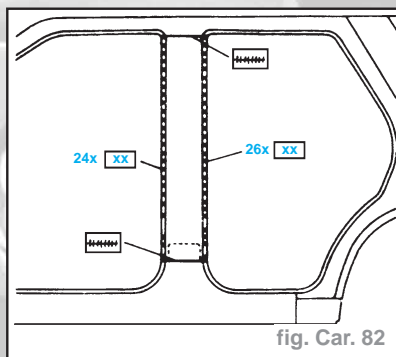

fig. Car. 82
- la tôle latérale extérieure - couper à l'endroit représenté - (fig. Car. 82).
- Reposer le montant "B" (fig. Car. 82) - voir plan de mesures de la carrosserie.